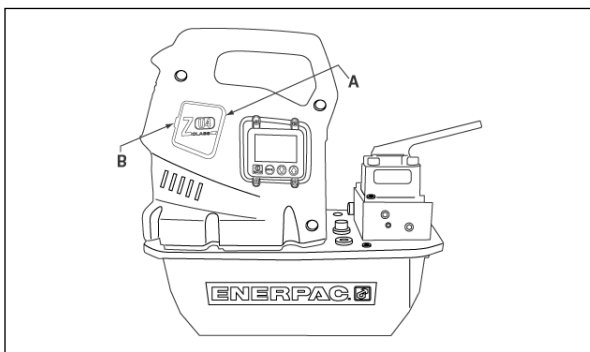

Figure 11, Enlèvement du bouchon de balais
- Enlevez les deux bouchons de balais (A) en dévissant le verrou du bouchon de balais (B) et en le forçant légèrement vers l'extérieur (voir Figure 11).